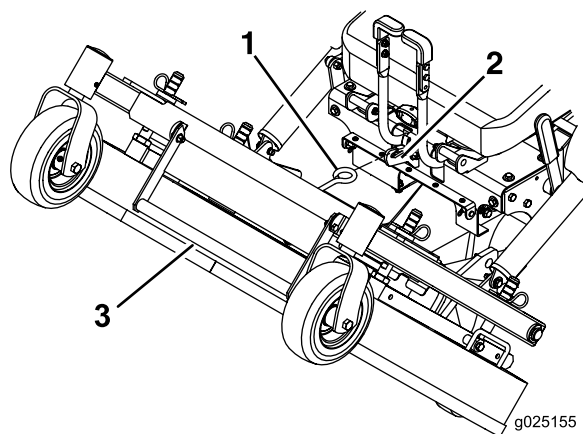

Figura 20
3. Usando la barra de elevación de la carcasa, eleve la carcasa y engánchela en la posición elevada (el enganche está situado en el centro de la parte delantera del asiento) (Figura 20).
1. Sujete firmemente la barra de elevación de la carcasa, desenganche el enganche de la carcasa de corte de la máquina y baje la carcasa lentamente al suelo (Figura 20).